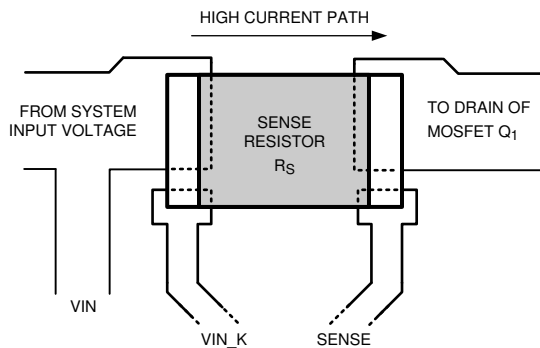

図 8-22. センス抵抗の接続
- センス抵抗 (R_{SNS}) は、LM5066Hx の近くに配置する必要があります。トレースでは、センス抵抗の VIN パッドと Q_1 パッドを、それぞれ VIN_K ピンと SENSE ピンに接続する必要があります。 R_{SNS} を、図 8-22 に示すケルビン手法を使用して接続します。